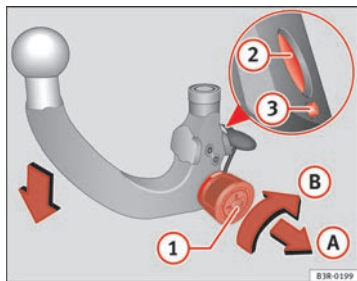

Abb. 166 Abnehmbare Anhängervorrichtung: Kugelstange vorspannen
- Stecken Sie den Schlüssel (1) ⇒ Abb. 166 in das Schloss am Handrad und drehen sie ihn in Richtung der roten Markierung.
- Ziehen Sie das Handrad in Pfeilrichtung (A) heraus und drehen Sie es anschließend in gezogener Position in Pfeilrichtung (B) bis der Verriegelungsbolzen (2) einrastet und der Auslösebolzen (3) sichtbar ausfährt ⇒ ⚠.